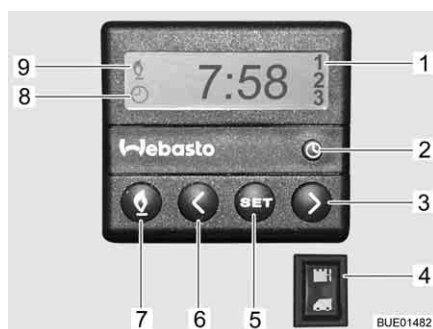

Fig. 122 Centralina di controllo (riscaldamento fisso)
- Premere il tasto (Fig. 122,7). Il funzionamento del riscaldamento viene indicato con il simbolo (Fig. 122,9). La ventola viene inserita solo quando la temperatura dell'acqua di raffreddamento è pari a 30 °C.
- Premere il tasto (Fig. 122,7). Il simbolo (Fig. 122,9) si spegne.
- Premere l'interruttore (Fig. 122,4) in alto. Il motore viene preriscaldato. La ventola viene inserita immediatamente.
- Premere l'interruttore (Fig. 122,4) in basso. Il motore rimane freddo.
- Premere il tasto (Fig. 122,2). L'impostazione dell'ora viene indicata con il simbolo (Fig. 122,8).
- Impostare l'ora con i tasti (Fig. 122,3 e 6).
- Premere il tasto (Fig. 122,5).
- Impostare l'orario di accensione con i tasti (Fig. 122,3 e 6) entro 10 secondi.
- Premere il tasto (Fig. 122,5) fino a che nel display (Fig. 122,1) non appare il numero di programmazione desiderato.